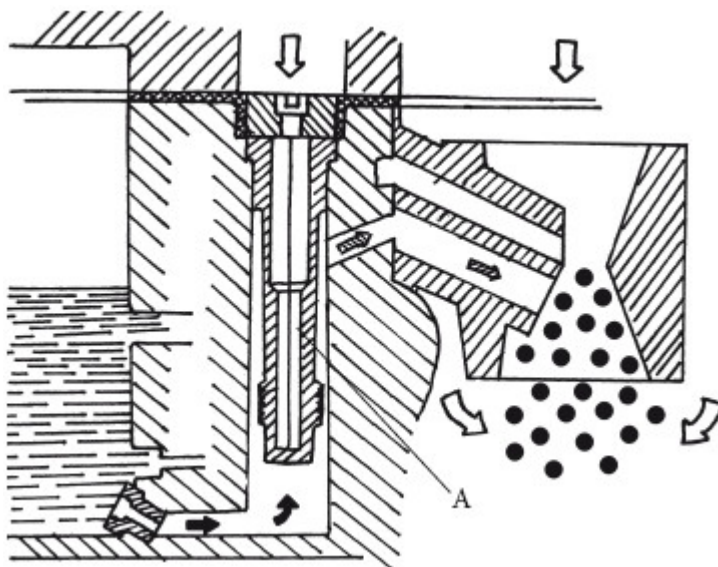

Рисунок 38. Расположение эмульсионных трубок в карбюраторе
3. Перебои в двигателе могут появиться из-за неправильного положения эмульсионных трубок в колодцах под воздушными жиклерами. Необходимо установить эмульсионные трубки первичной и вторичной камер таким образом, чтобы один ряд из четырех отверстий был развернут в сторону каналов, которые подводят эмульсию к распылителю малого диффузора – отверстие А (рис. 38). Воздушные жиклеры завернуть сверху.